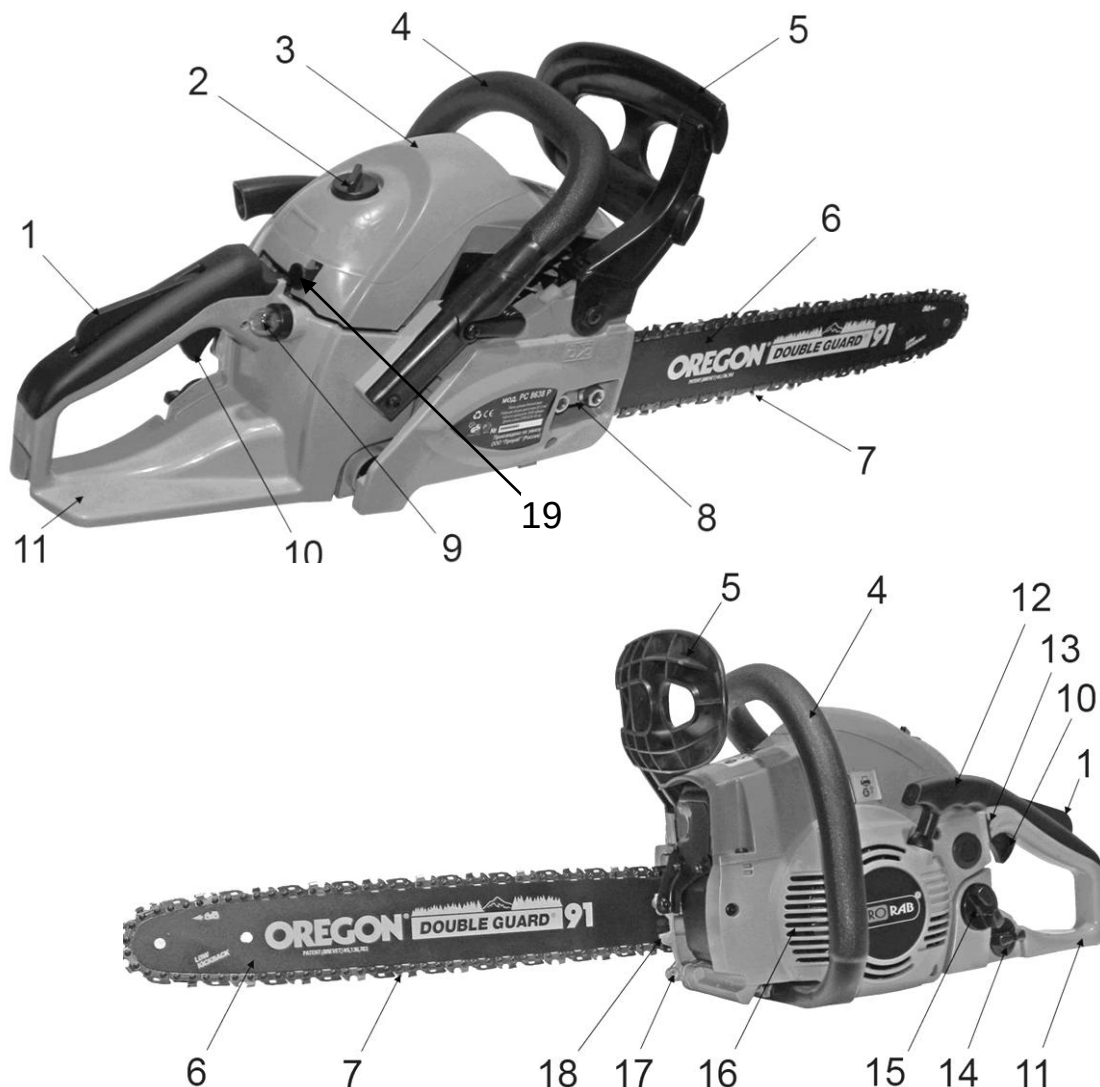

Рис. 1
3.2. Устройство системы безопасности (См. Рис.1)
- Убедитесь, что рукоятка тормоза цепи (1) сдвинута в положение ВЫКЛ. (Рис. 1).
- Отвинтите предохранительные гайки шины (2). Снимите крышку тормоза цепи (3), потянув ее вверх.